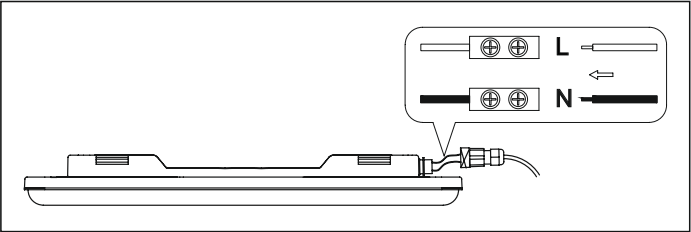

Рис. 3
- 5.13Открутите внешнюю часть быстросъемного разъема и пропустите через него кабель электропитания осветительного прибора (рис. 3).
- 5.14Подключите кабель электропитания с помощью клеммной колодки в соответствии со схемой на рис. 3.